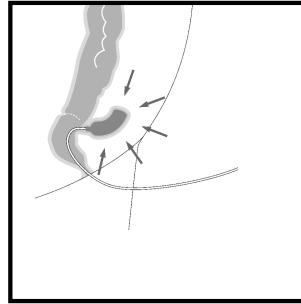

Abb. 4
17. Endoskopische Lagekontrolle des Schwamms. (Abb. 4)